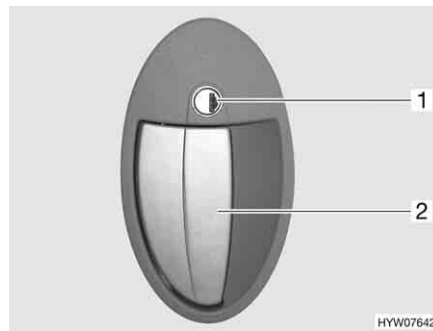

Fig. 25 Serratura della porta (porta di ingresso, lato esterno)
- Inserire la chiave nel cilindro della serratura (Fig. 25,1) e ruotare in senso orario, fino a quando la serratura della porta si sblocca.
- Tirare la maniglia della porta (Fig. 25,2). La porta è aperta.
- Inserire la chiave nel cilindro della serratura (Fig. 25,1) e ruotare in senso antiorario, fino a quando la serratura della porta si blocca.